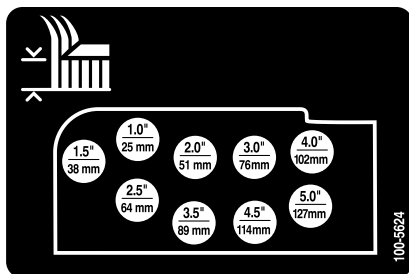

Bild 22
- Montieren Sie die Schnitthöhenketten im gewünschten Schnitthöhenloch und befestigen Sie sie mit dem Splint und dem Lastösenbolzen (Bild 22).